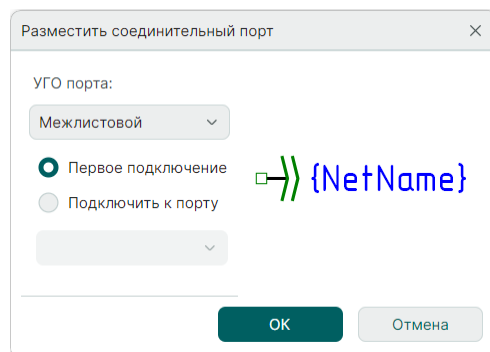

Рис. 144 Окно «Разместить соединительный порт»
2. На экране отобразится окно «Разместить соединительный порт», см. Рис. 144.